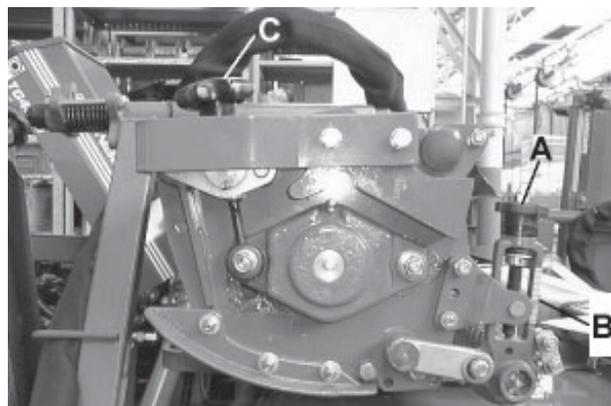

Fig.6
JUSTERING AF KLIPPECYLINDER TIL NEDERSTE BLAD (FIG. 6)
1. For at justere cylinderen på det nederste blad, drejes håndhjulet med uret og skiftevis til højre og venstre (A Fig. 6) for at blive sat på klipning. Der mærkes en 'hakkende' følelse når håndhjulet bliver roteret med uret, og denne 'hakkende' cylinder bevæger sig i inkremerter på ca. 0.035 mm mod det nederste blad.